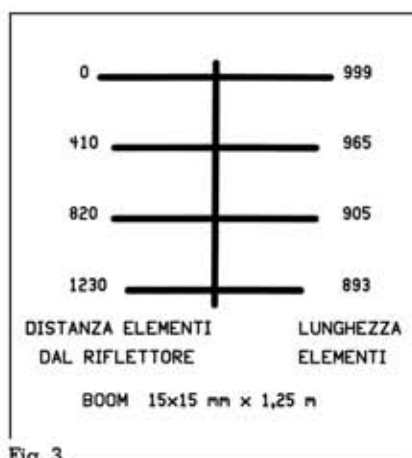

Fig. 3
11) procedere alla foratura del boom per il fissaggio degli elementi. Va fatta una serie di quattro fori da 5 mm secondo le misure del disegno di fig. 3. Prima
13) tagliare i tondini di alluminio da 4 mm per gli elementi tenendo conto anche della lunghezza (20 mm) del tondino di 8 mm. Eseguire il taglio con le lunghezze degli elementi come dal disegno di fig. 3. Fissare a forza con l'aiuto di una goccia di colla ciano acrilica i tondini nei busso-lotti già preparati.